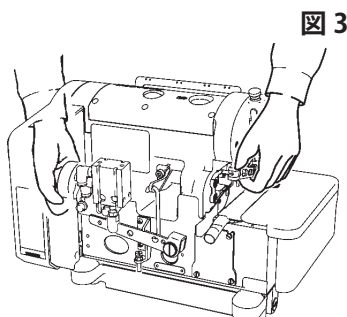

図 3
② 運 搬
2. ミシンヘッドの移動は右手でブーリーをつかみ、押え台に左手をかけて、しっかり持ってください。(図3)